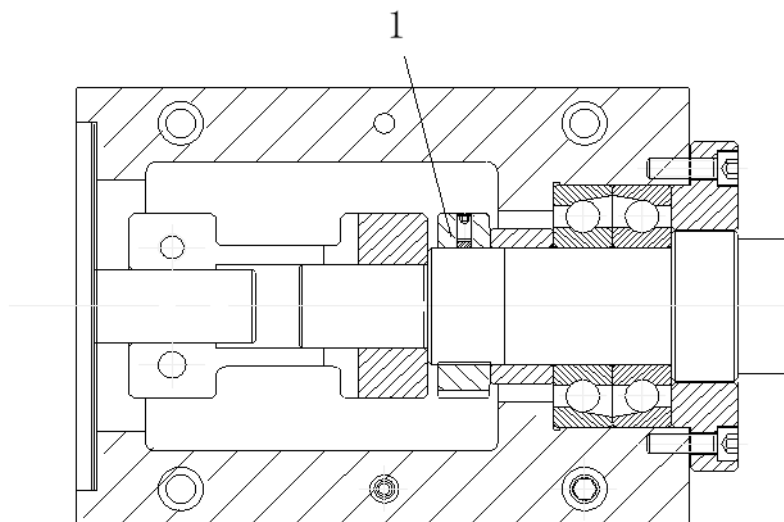

Рис. 6
11.3.8 Регулировка зазора подшипника ходового винта (см. Рис. 6)